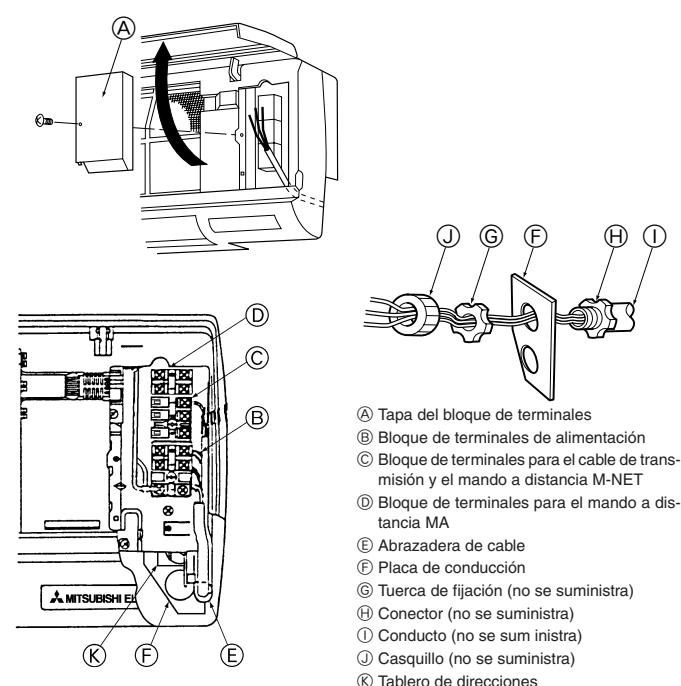

Fig. 6-2
■ PKFY-P12/P15NGMU-E (Fig. 6-2)
3. Abra la rejilla frontal, retire el tornillo roscado (1) y después retire la tapa del bloque de terminales.